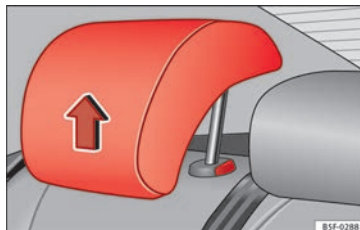

Fig. 58 Apoyacabezas en posición de uso.
- Una posición **de uso** (apoyacabezas elevado) » **fig. 58**. En esta posición el apoyacabezas se comporta como un apoyacabezas convencional, protegiendo junto con el cinturón de seguridad a los ocupantes de las plazas posteriores.